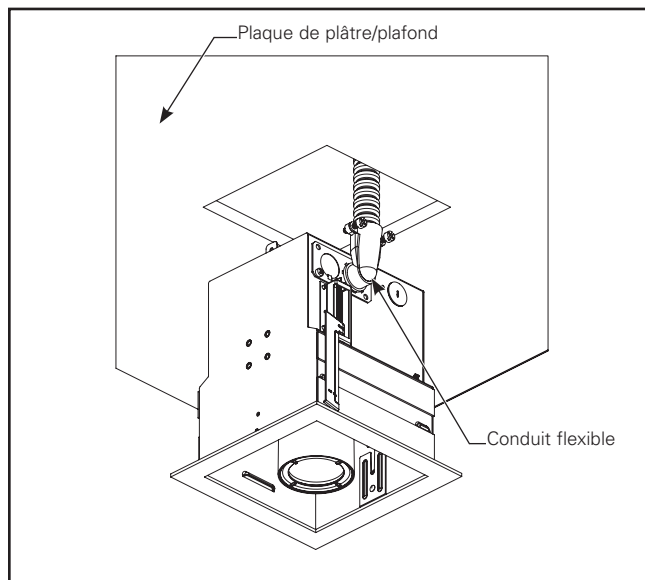

Figure 2.4.
- Fixez la plaque d'accès au boîtier avec les vis no 8-32 en prenant soin de rentrer les fils à l'intérieur. Connectez le conduit flexible à la plaque d'accès. (Figure 2.4)